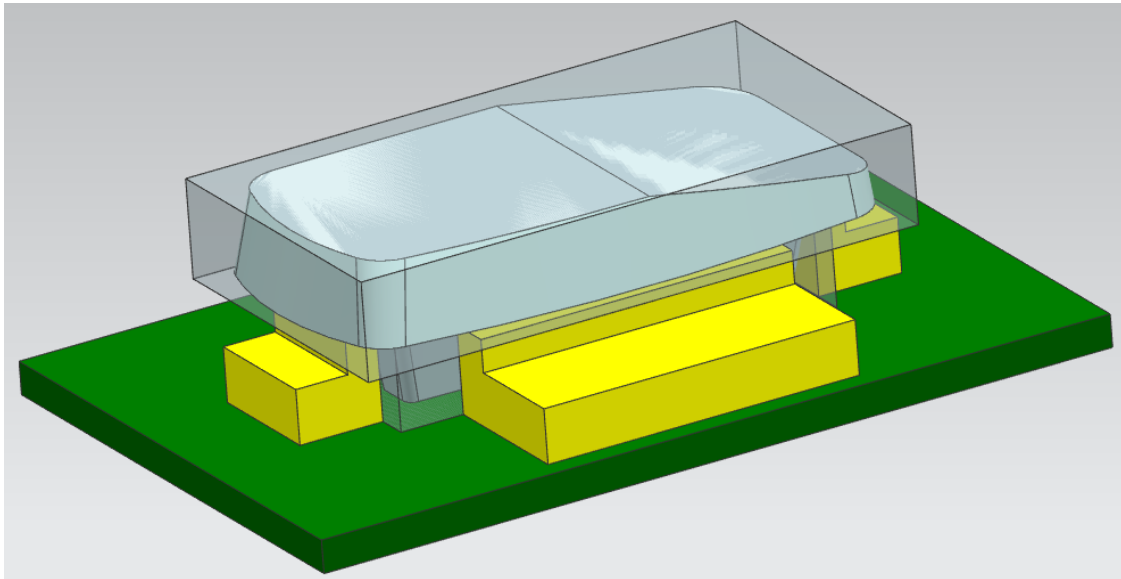

Рис. 2.2. Пример оснастки для обработки детали на первом установе
- создайте новый сборочный файл, добавьте в него созданные модели и соберите сборку для первого установа. Для корректной визуализации работы станка рекомендуется создавать обработку детали на каждом установе в отдельном файле (см. рис. 2.2, 2.3). Для данной детали визуализация работы станка будет производиться только на одном установе, поэтому обработку всех установов можно программировать в одном файле.